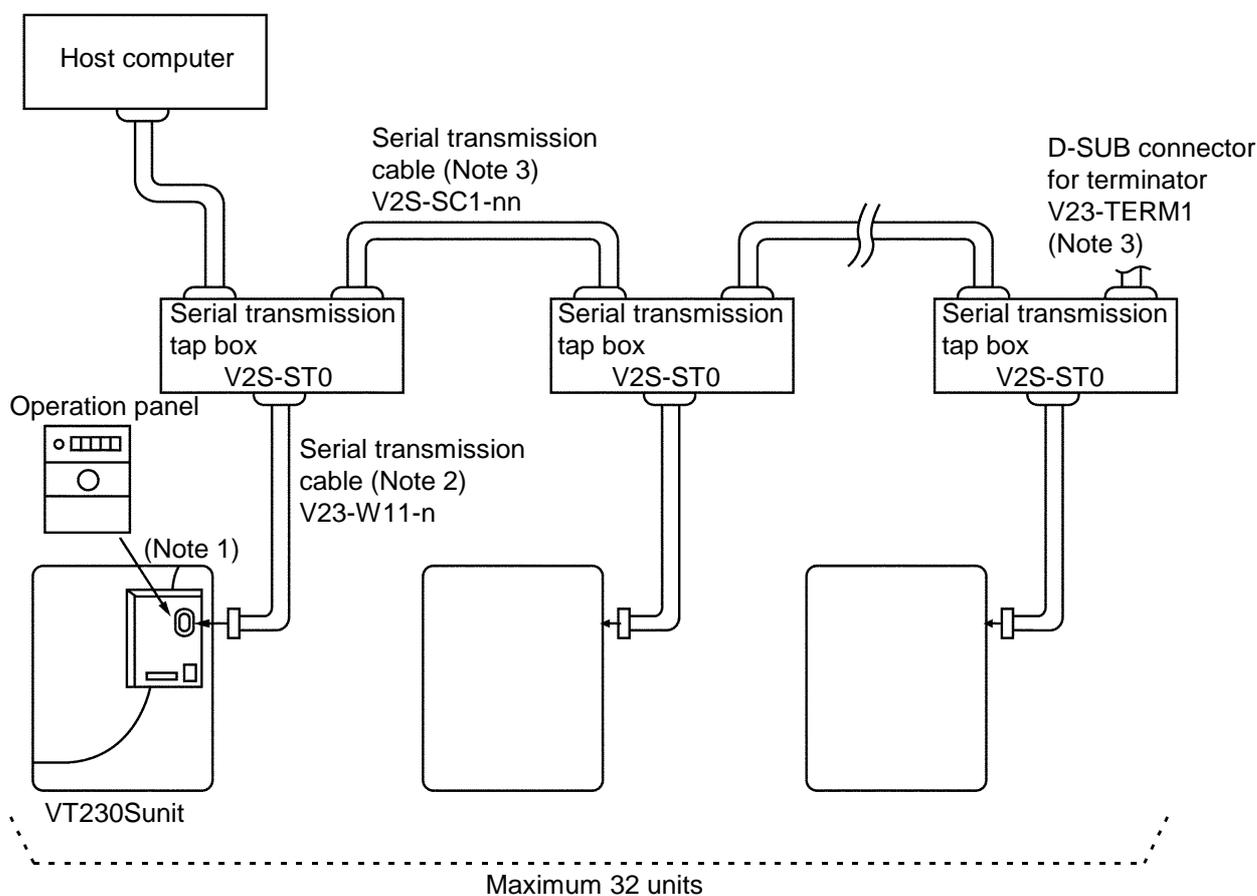
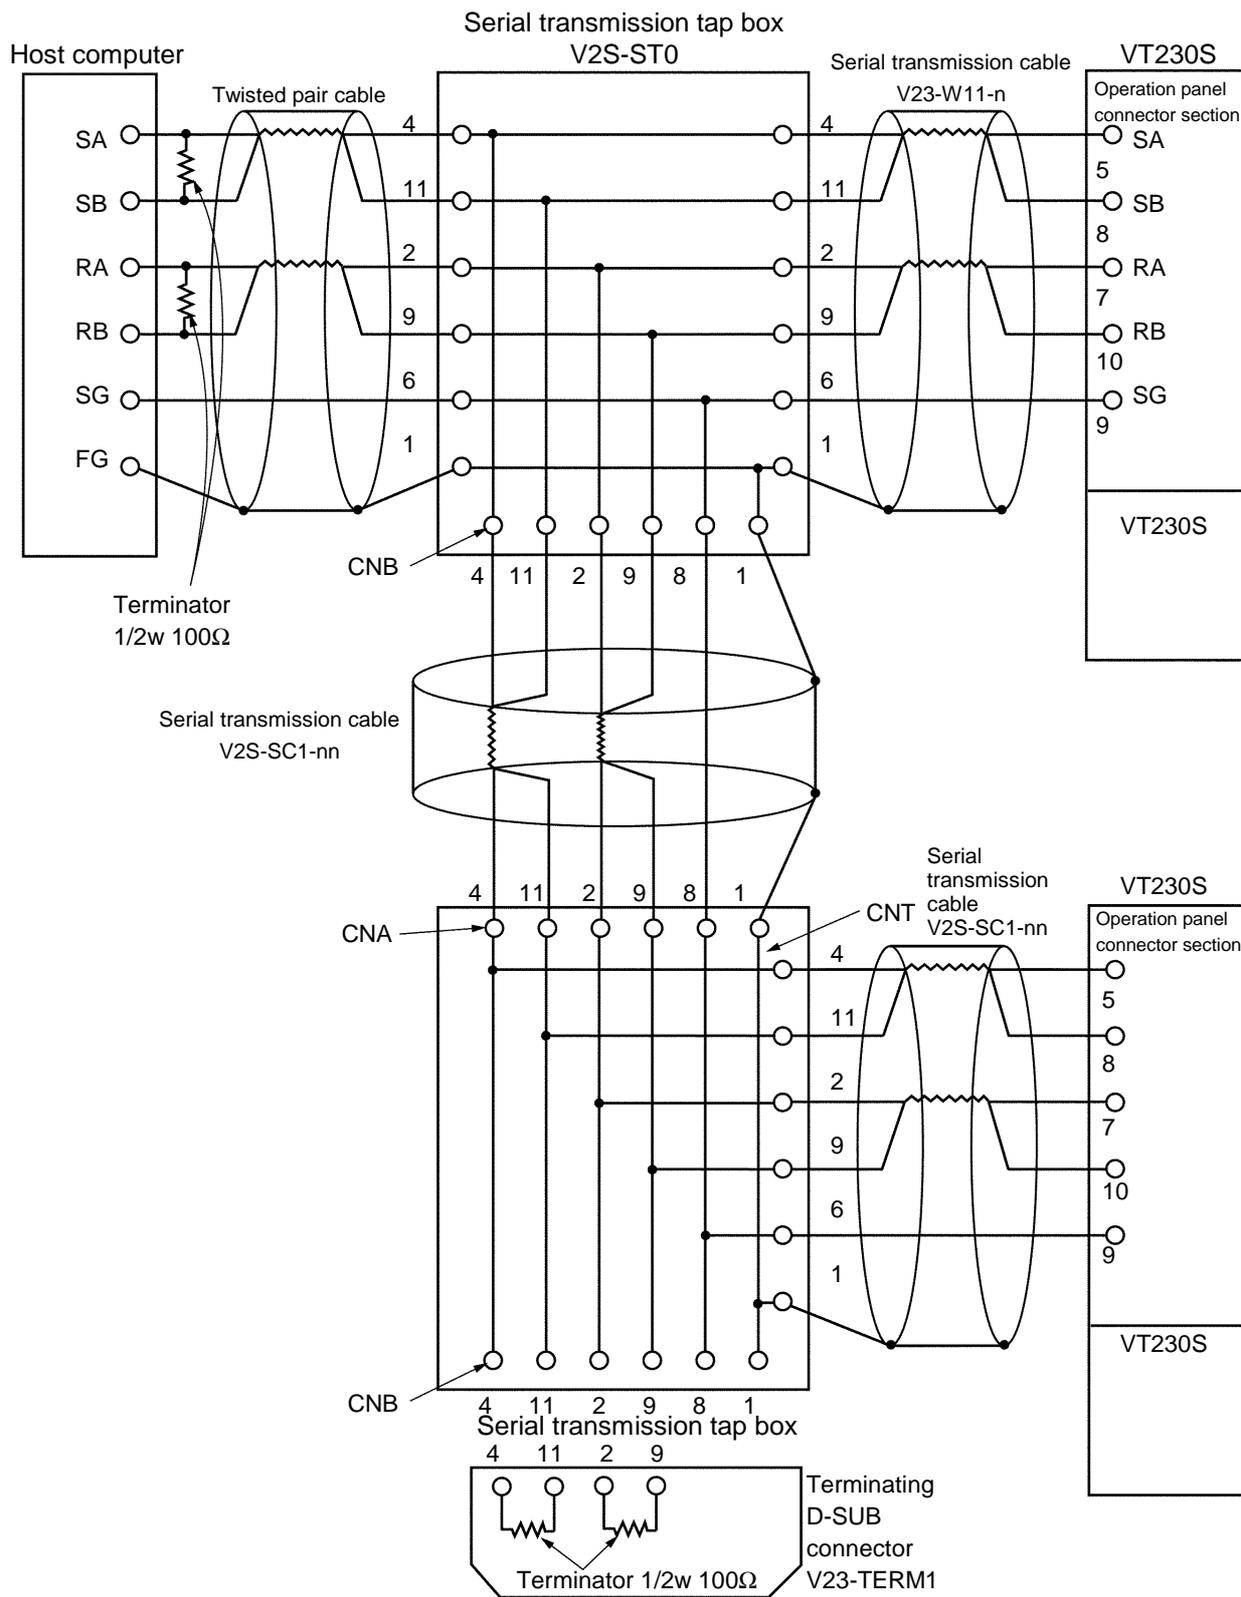

Fig. 2.2 Diagrama de conexión del cable de transmisión 1 (RS485)
Fig. 2.3 Diagrama de conexión del cable de transmisión 1 (RS485)
- (1) Conectar el cable de transmisión como se muestra en Fig. 2.2 y Fig. 2.3.
- (2) La distancia del cable de transmisión debe de ser inferior a 150m.
- (3) Instalar un terminal en las estaciones en los dos extremos del cable de transmisión.